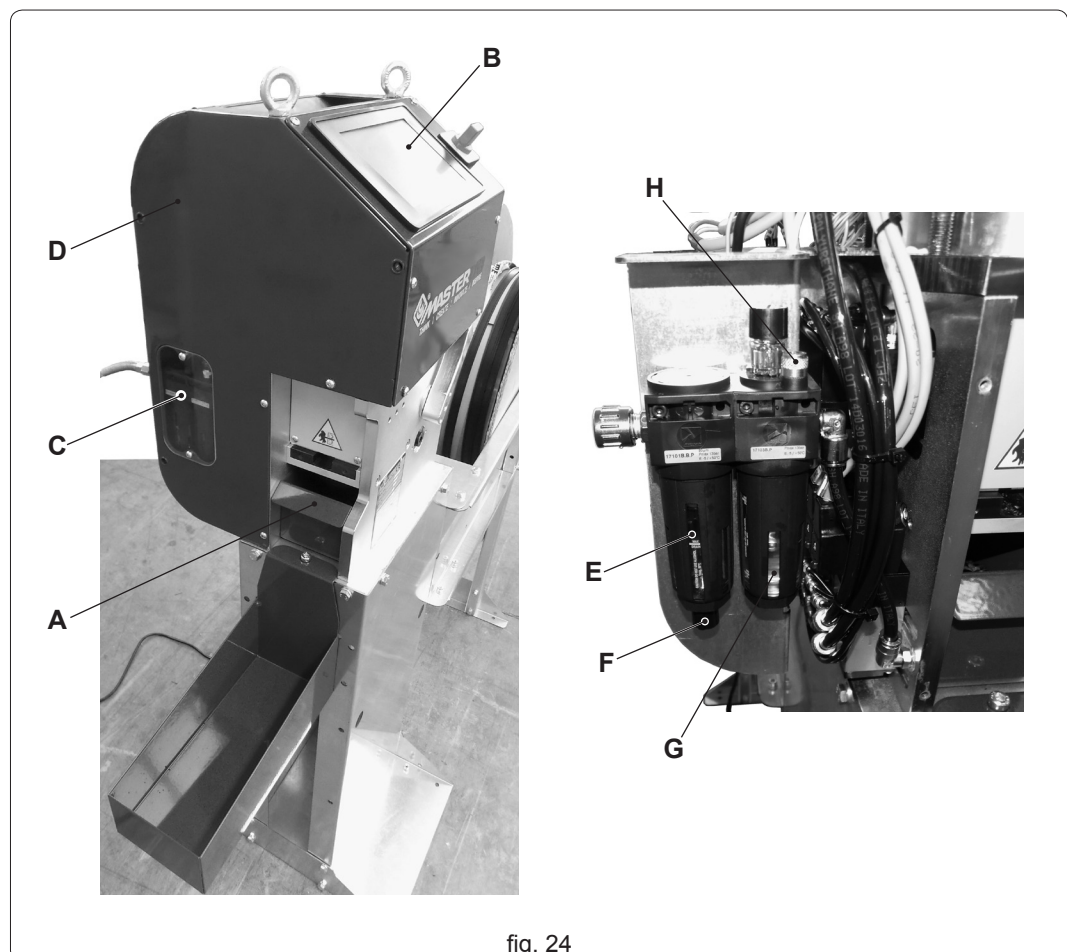

fig. 24
- verificare il cassetto raccogli trucioli e nel caso vuotarlo (fig. 24 rif. A);
- pulire lo schermo (fig. 24 rif. B); non usare alcol o detersivi abrasivi, solo un panno morbido umidificato con qualche goccia d'acqua.
- verificare attraverso la finestrella (fig. 24 rif. C) che nel serbatoio (fig. 24 rif. E) di raccolta condensa non vi sia presenza d'acqua. In caso di presenza d'acqua lo scarico della condensa avviene smontando il carter di protezione (fig. 24 rif. D e cap 5.3). Aprire il rubinetto (fig. 24 rif. F) ruotandolo in senso antiorario: così sbloccato premere semplicemente tale rubinetto verso l'alto. Eseguita l'operazione di scarico, ruotare di nuovo il rubinetto in senso orario per richiuderlo.
- Verificare attraverso la finestrella (fig. 24 rif. C) che il serbatoio (fig. 24 rif. G) del gruppo F.R.L. sia pieno di olio; nel caso fosse necessario un rabbocco smontare il carter di protezione (fig. 24 rif. D e cap 5.3). Togliere aria dalla linea di alimentazione, svitare il tappo (fig. 24 rif. H) e aggiungere olio fino a circa 3/4 della capienza.